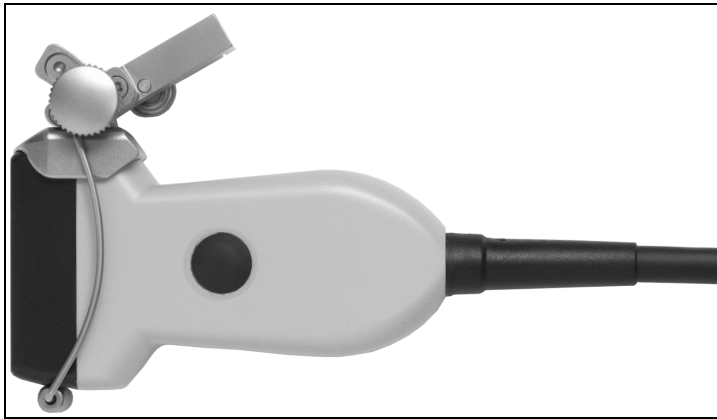

图5。8670 上安装的穿刺架 UA1269。
2. 将摇杆锁定就位。穿刺架固定后会发出咔的一声（请见图 5。）。